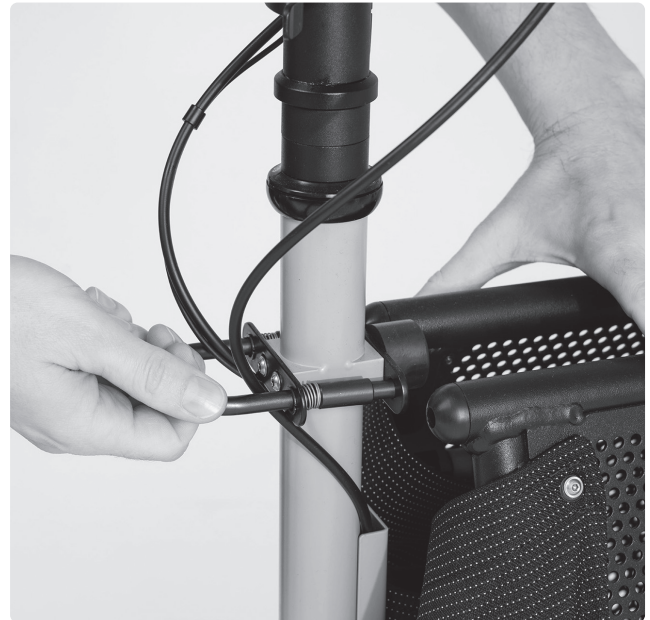

ABB. 55
- Zum Schließen des Korbes führen Sie die beiden Korbflügel zusammen, halten die Korbflügel mit einer Hand und ziehen mit der zweiten Hand den Arretierbügel zurück, um ihn dann in beiden Korbstopfen einrasten zu lassen (Abb. 55).